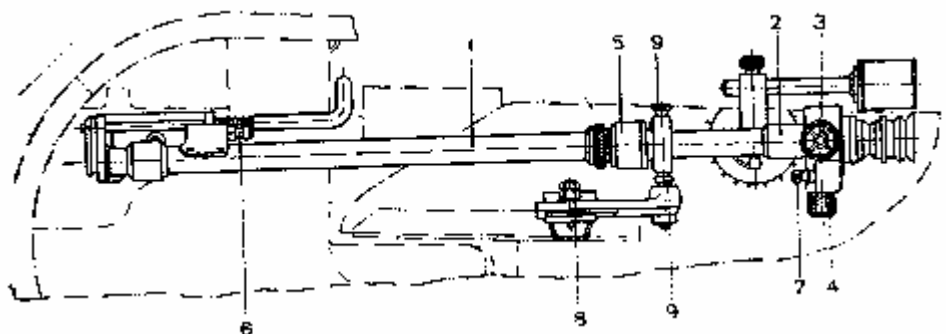
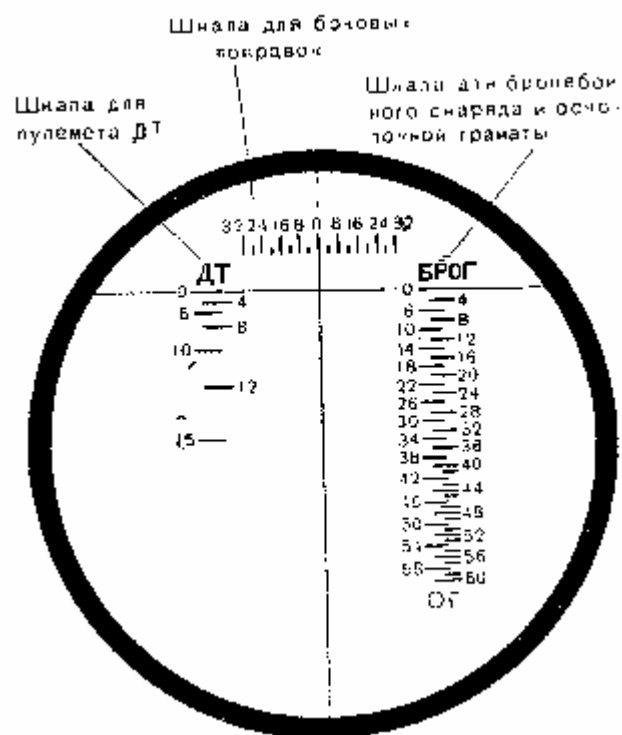

Рис. 183. Телескопический прицел 10Т-15:
Рис.184. Вид поля зрения прицела 10Т-15 при нулевых установках шкал
Прицел 10Т-15 (рис. 183) представляет собой прямую телескопическую трубу, установленную в двух кронштейнах. К трубе жёстко прикреплен корпус 2 прицела. В поле зрения прицела имеются следующие шкалы (рис. 184):
- 5) Вращая маховички 3 и 4 прицела (рис. 183), установить горизонтальную нить перекрестия прицела на нулевые деления шкалы дальностей, а вертикальную нить — на нулевое деление шкалы боковых поправок; проверять установку через прицел.